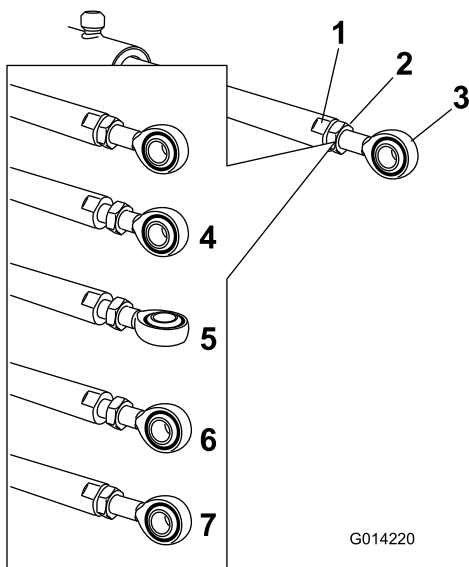

Figure 149
5. Agarre el émbolo del actuador con una llave inglesa en las zonas planas, luego afloje la contratuerca (Figure 149).
6. Gire la rótula en el émbolo del actuador para acortar o alargar el actuador extendido a la posición deseada (Figure 149).